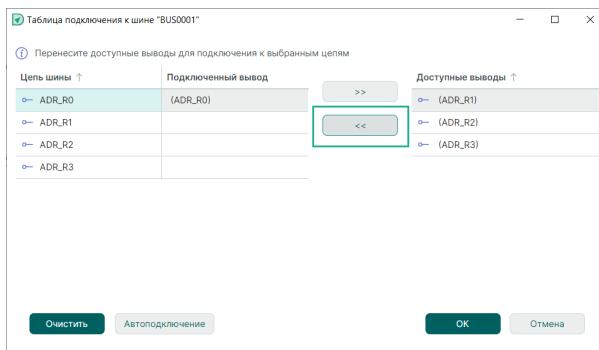

Рис. 192 Выбор цепи и соответствующего ей вывода
1. Выберите нужную цепь в левой части окна и соответствующий ей вывод в правой части окна, см. Рис. 192.